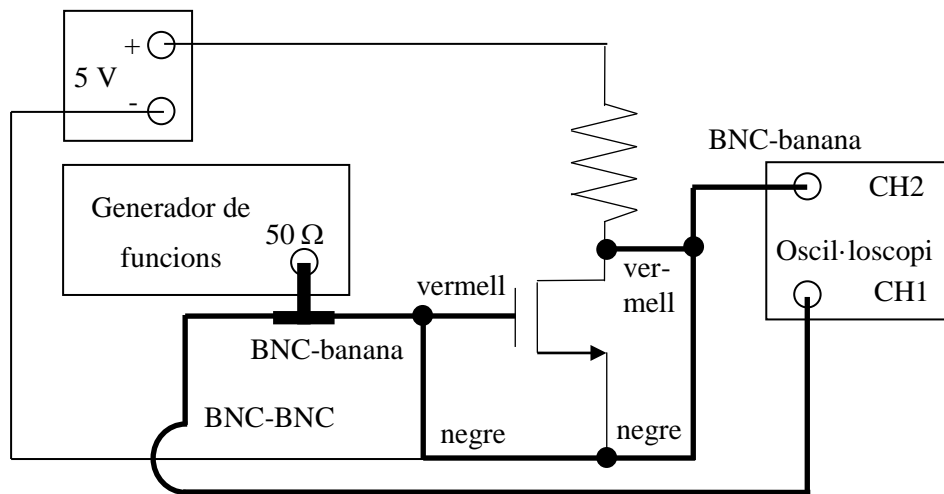

Figura 13
3. Munteu el circuit de la figura 13 en el tauler de connexions utilitzant la resistència de **1 k $\Omega$**  i un dels **NMOS IRF840**. Connecteu la font de tensió contínua a la font del NMOS (born negatiu) i la resistència (born positiu) amb dos cables banana-banana. Connecteu el generador de funcions a la porta i la font, utilitzant un cable BNC-banana, endollant la part BNC a l'altra pota de la T, la banana vermella a la porta i la negra a la font del NMOS. La sortida es visualitzarà al **canal II** de l'oscil·loscopi. Per això utilitzareu un altre cable BNC-banana amb la part BNC endollada al canal II, la banana negra a la font i la vermella al drenador. Activeu el **mode DC del canal II**. Poseu els coeficients de deflexió dels dos canals a **1 V/div**. Poseu en marxa la font de tensió contínua i **apliqueu un senyal de 5 V**. Observeu que si premeu el botó **DUAL** de l'oscil·loscopi, i moveu el control Y-POS. II (POSITION 2), veureu com el transistor inverteix el senyal.